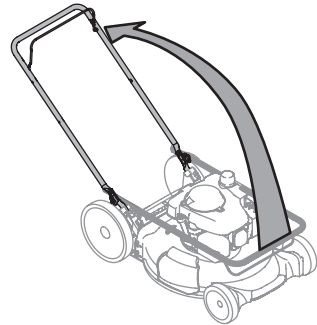

Figure 2
3. Assurez-vous que la tondeuse est stable, puis relevez la partie supérieure (Figure 2). Veillez à ne pas pincer le câble de commande de la lame lorsque vous relevez le guidon.